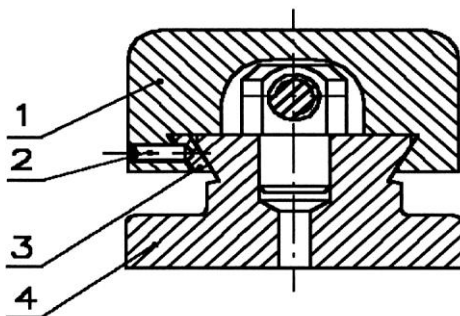

Abb. 3.
4. Das Prinzip der Spielbeseitigung in Schraubstöcken 6910 (Abb.3)